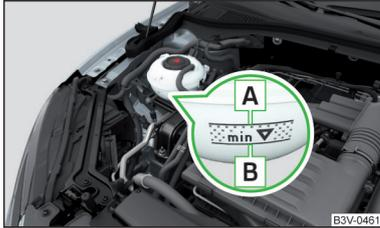

Abb. 321
Kühlmittelstand prüfen - der Kühlmittelstand muss zwischen den Markierungen A und B liegen » Abb. 321. Liegt der Kühlmittelstand unterhalb der Markierung B, das Kühlmittel nachfüllen.
Die **Spezifikation** des Kühlmittels ist auf dem Kühlmittelausgleichsbehälter aufgeführt » Abb. 321.
- Das Kühlmittel nicht über die Markierung A auffüllen » Abb. 321. Das Kühlmittel könnte bei Erwärmung aus dem Kühlsystem gedrückt werden - es besteht die Gefahr einer Beschädigung der Motorraumteile.